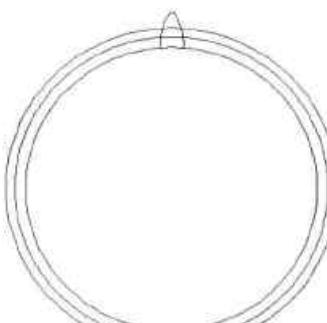

图12-45 修剪图形
**Step08** 执行“修剪”命令，对镜像后的图形进行修剪操作，完成一个齿轮图形的绘制，其结果如图 12-45 所示。